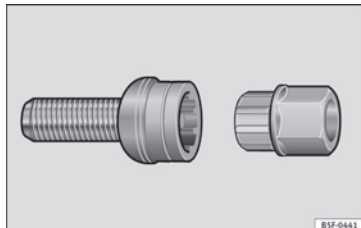

Fig. 162 Tornillo antirrobo de la rueda con capuchón y adaptador.
- Coloque el adaptador hasta el tope en el tornillo antirrobo de la rueda » **fig. 162.**